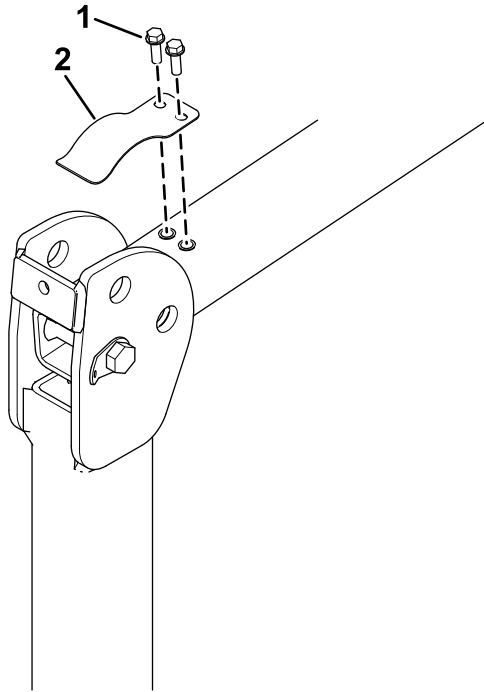

Bild 7
1. Entfernen Sie bei abgesenktem Überrollbügel die geräuschkämpfende Blattfeder (Bild 7) von jeder Seite des Überrollbügels.